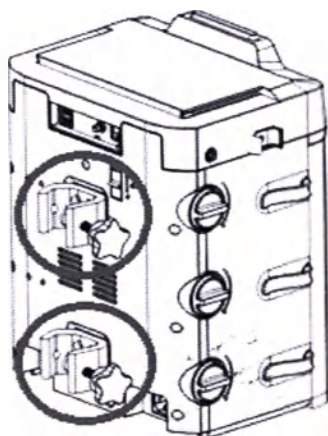

Рис. 17. Установка крепления к инфузионной стойке.
1. С помощью крестовой отвертки и 4 винтов М4 установите крепление на задней части корпуса коммуникационного модуля, как показано на рис. 17. Для одного коммуникационного модуля предусмотрено два крепления к инфузионной стойке